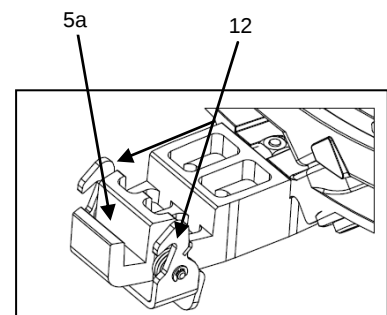

Abb. 6 Zweite Torsicherung / fig. 6 second barndoor catch
- Zweite Torsicherung (12, Abb. 6) zuerst öffnen, Zubehör in vorderen Einschub (5a) einsetzen und anschließend zweite Torsicherung (12) wieder loslassen.
- Open second barndoor catch (12, fig. 6), insert accessories into front position (5a) and then release the catch.